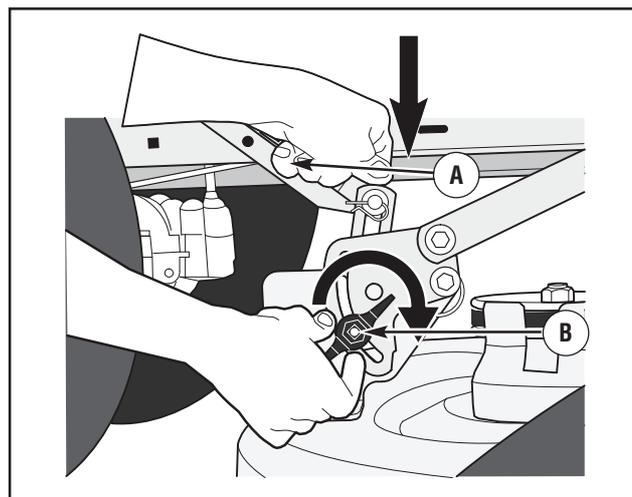

Figura 35: Allentamento manopole di regolazione
- Allentare le manopole di regolazione **sinistra e destra** (figura 35). Spingere verso il basso su entrambi i lati della base della falciatrice. Accertarsi che entrambi i lati siano su una superficie piatta. Assicurarsi anche che i collegamenti di sollevamento siano allentati e possano facilmente andare in alto o in basso.
- Spingere verso il basso sui **collegamenti di sollevamento** e serrare le **manopole di regolazione** sinistra e destra (figura 35). Accertarsi che le **manopole di regolazione** siano serrate. Se necessario, usare una chiave per **serrarle**. Per **manopole di regolazione** in plastica, serrare a una coppia di 9,5 Nm (7 piedi libbra). Per **manopole di regolazione** in metallo, serrare a una coppia di 13,5 Nm (10 piedi libbra).